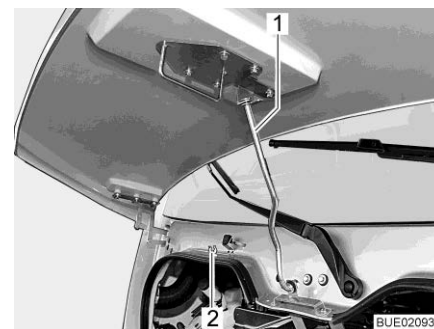

Bild 49 Säkerhetsstång (Ixeo I)
- Ta bort säkerhetsstången (Bild 49,1) från hållaren (Bild 49,2) och fäst den på motorhuv.
- Lossa säkerhetsstången (Bild 49,1) från hållaren på motorhuv och skjut in den i hållaren (Bild 49,2).